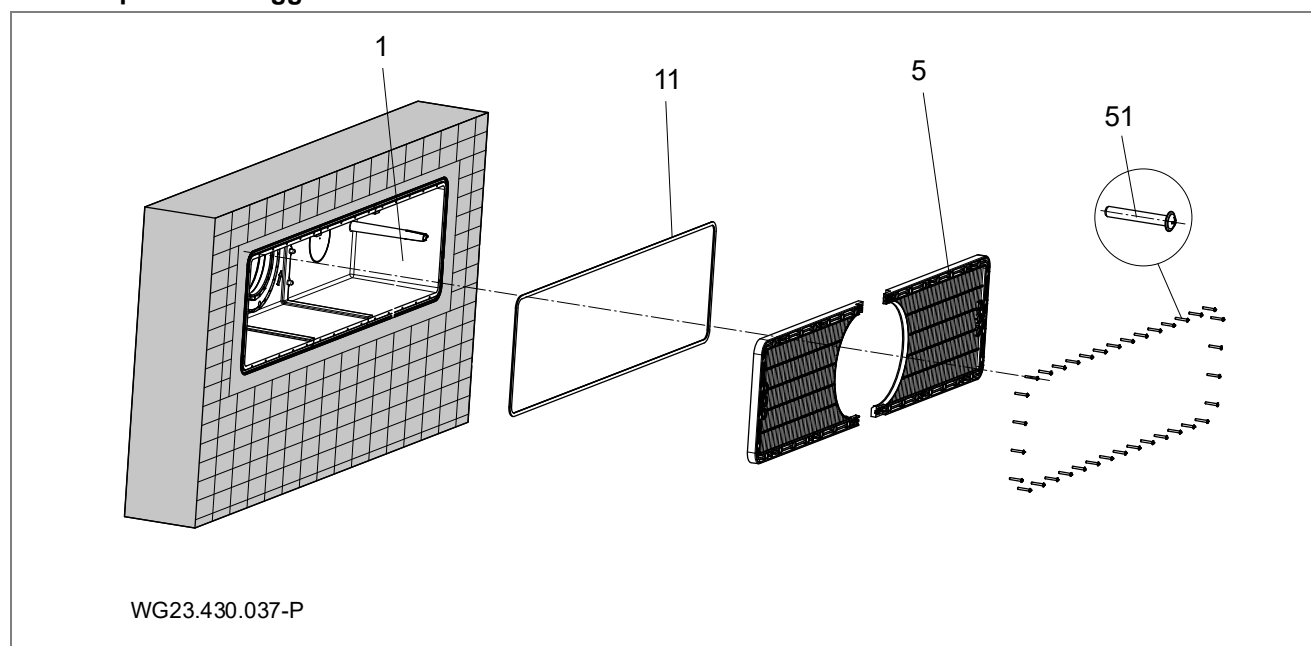

Fig. 8
Per l'impermeabilizzazione della parete in calcestruzzo, si consiglia di creare un anello circonferenziale di resina epossidica/sabbia di quarzo sulla parete esterna dell'alloggiamento (1) sul lato della vasca. Vedere "Fig. 8" a pagina 17.
1. Profondità di montaggio: Il centro del corpo da murare (1) deve trovarsi a 35 cm sotto il livello dell'acqua.
3. Bloccare i listelli di supporto (17) tra le due sovrapposizioni del lato interno dell'alloggiamento.
4. Premere manualmente la guarnizione in gomma spugna (11) senza esercitare trazione lungo la scanalatura dell'alloggiamento (1). Fissare con una goccia di colla istantanea sul lato inferiore.
5. Inserire la guarnizione a sezione circolare (16) nella scanalatura dell'alloggiamento.
6. Allineare il corpo da murare (1) con la marcatura "OBEN/UP/ HAUT" (IN ALTO) e fissare sulla cassaforma con le viti autofilettanti (51).